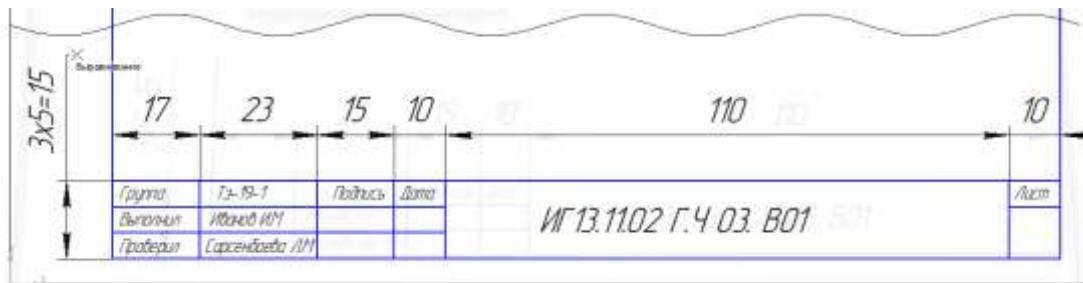

Рис.2 Пример выполнения основной надписи формы 1, 2а
Чертеж оформляется рамкой, которую проводят сплошной основной линией от верхней, правой и нижней сторон внешней рамки на 5мм и на 20мм от левой для подшивки листа. В правом нижнем углу формата помещают основную надпись чертежа (угловой штамп) Рис.1. Форма, содержание и размер графической основной надписи для технических чертежей (рис.2)
2. Соблюдая размеры основной надписи (рис.2) вычертите контуры сплошной тонкой линией;
2. Выполнить надписи буквами и цифрами чертежного шрифта размера 14; 10; 7; 5; 3,5 (рис.2), табл.2 и 3;